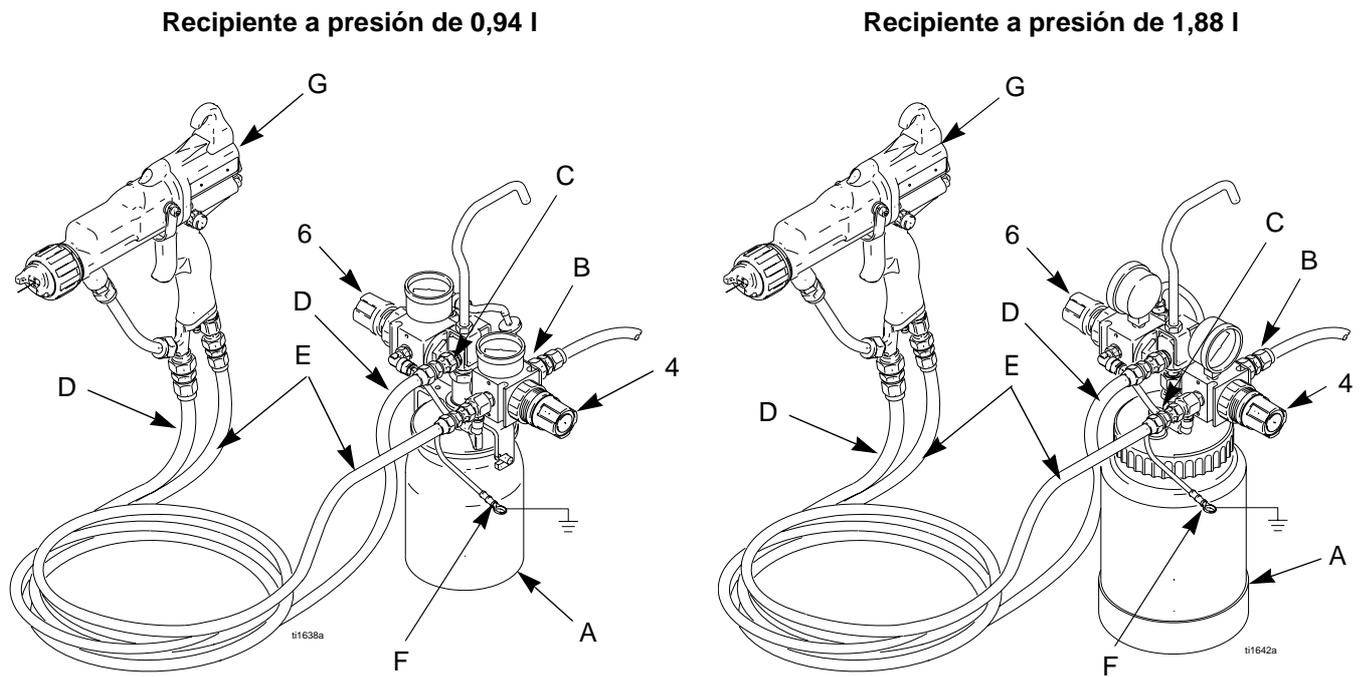

Fig. 1. Instalación típica
Conecte las mangueras de aire (E) y de fluido (D) tal como se indica en Fig. 1. En las pistolas electrostáticas, conecte el cable de conexión a tierra de la manguera de aire (F) a una tierra verdadera.